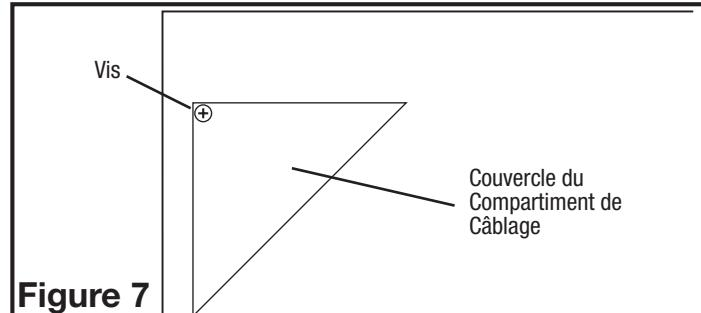

Figure 7
- 1a. **Compartiment de Câblage Extérieur:** enlever la vis du couvercle du compartiment à câblage et mettre ce couvercle dans un endroit fiable (**Figure 7**).